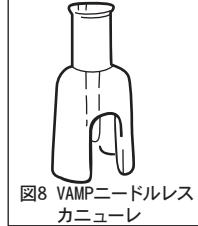
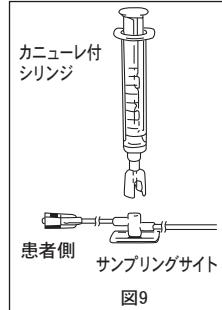

図8 VAMPニードルレス カニューレ
図9
- (1) 予備吸引後、医療機関の手順に従い、VAMPニードルレスサ ンプリングサイト（Zサイト）をアルコールを含む消毒液で 拭きます。
- (2) 採血するには、VAMPニードルレスカニューレおよびシリン ジを使用します（図8および9）。
- (3) 無菌操作で、カニューレの包装を開封します。
- (4) 清潔操作でカニューレを持ちます（図8）。
- (5) VAMPカニューレのルアーロックをシリンジのルアーチップ に合わせ、固定されるまで回して、ルアーチップシリンジ にカニューレをしっかりと取り付けます。
- (6) シリンジのプランジャがシリンジ外筒の底まで押し下げら れていることを確認します。
- (7) カニューレをZサイトに差し（図9）、必要量の血液をシリン ジの中に引きます。